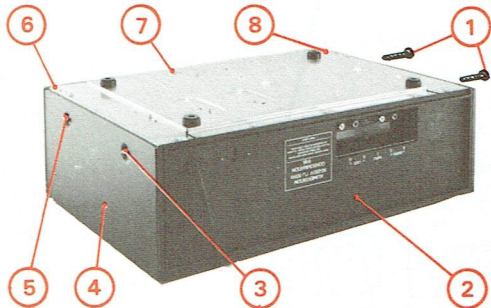
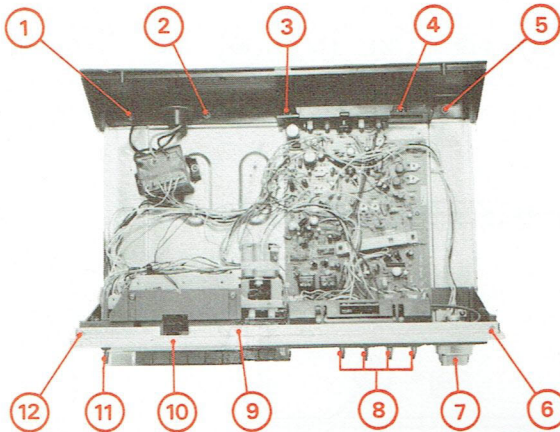

Fig. 1
Fig. 2
### A - DÉPOSE DU COFFRET MÉTALLIQUE, DU PANNEAU ARRIÈRE ET DE LA FAÇADE (Fig. 1 et 2)
- 1° Dépose du coffret métallique (Fig. 1)
- 2° Dépose du panneau arrière (Fig. 2)
— Déposer le panneau arrière (2). (Fig. 1).
- 3° Dépose de la façade (Fig. 2)
— Enlever les vis (6), (7), (8). (Fig. 1) et (6), (9), (12). (Fig. 2).